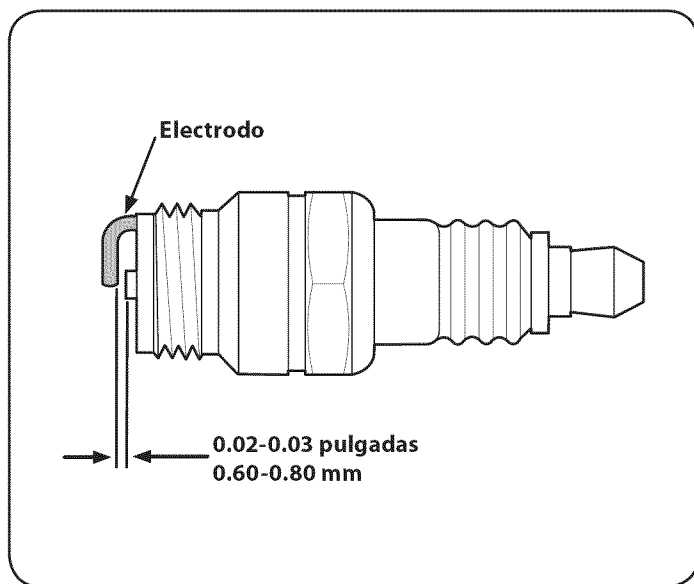

Figura 23
3. Mida la separación de bujía con un calibrador. Corrija de ser necesario torciendo el electrodo lateral. Vea la figura 23. La separación debe establecerse en 0,030 pulg.